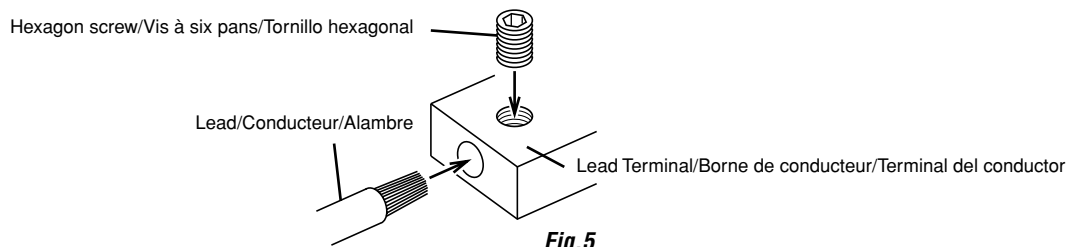

Fig. 5
3. Turn the screw attached to the terminal. Insert the exposed wire end into the lead terminal. Tighten the hexagon screw with the hex wrench (included), to fix the lead. (Fig. 5)
3. Tournier la vis fixée à la borne. Insérer le bout du conducteur exposé dans la borne du conducteur. Serrer la vis à six pans à l'aide d'une clé hexagonale (fournie), pour fixer le conducteur. (Fig. 5)
3. Girar el tornillo fijado al terminal. Inserte el extremo desnudo del alambre en el terminal del conductor. Apriete el tornillo hexagonal con una llave hexagonal (incluida), para fijar el alambre. (Fig. 5)